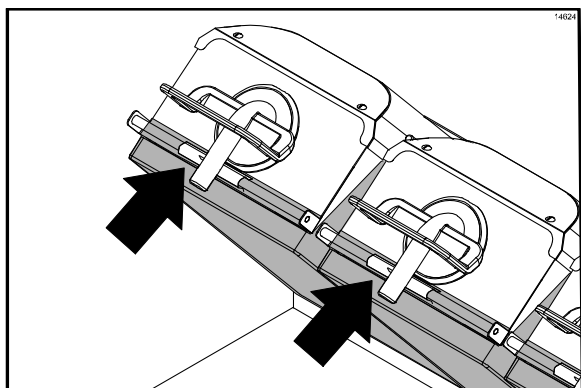

Figura 68
40. Reinstale as folhas antiaderentes superiores. Prenda as folhas com os cliques de fixação e barras. (Veja a Figura 68.)